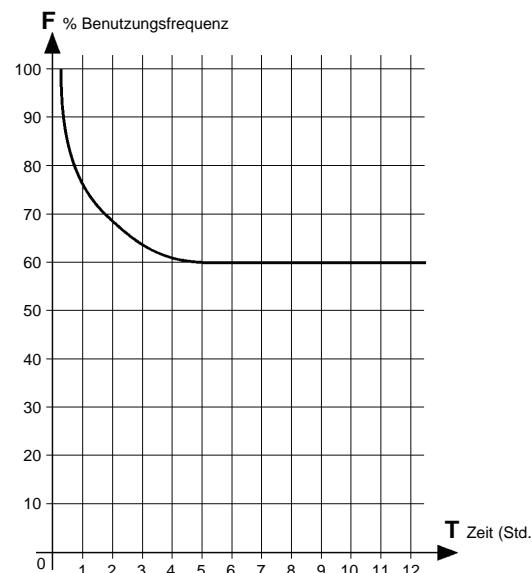

Fig. 2
1.1 Maximale Benutzungslinie (Fig. 2)